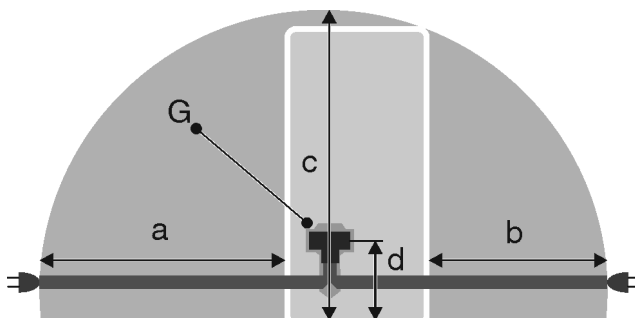

Fig. 20 Комбинация из холодильных и морозильных агрегатов / морозильные агрегаты / полноразмерные устройства BioFresh
- Розетка находится не за устройством, а в зонах a или b Fig. 20 (a, b, c).
- ▶ Штекер устройства Fig. 20 (G) подсоедините с задней стороны устройства. Следите за правильной фиксацией.